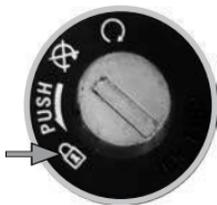

Imagen 16. Bloqueo de dirección
3. Oprimir y girar la llave a la posición . *Ver imagen 16.*